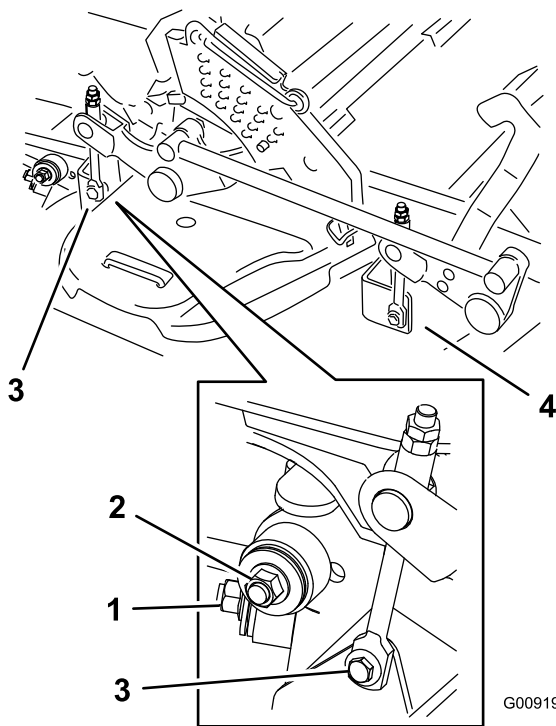

Figure 105
7. Enlevez et mettez de côté les fixations des deux côtés du plateau, comme montré à la Figure 105.